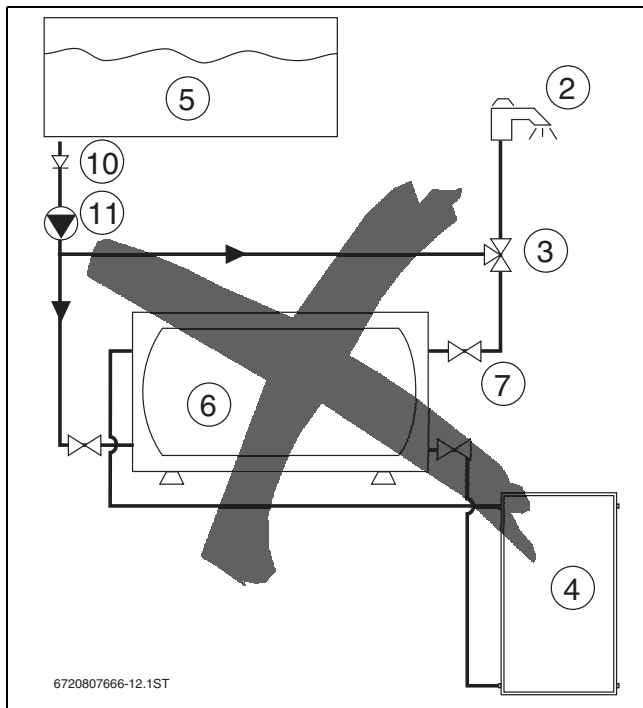

Fig. 5 Sistema termossifão de alta pressão sem controlador vai gerar vapor; este tipo de instalação é proibido
- ▶ Retirar as tampas plásticas (Fig. 5, [1]) apenas antes do momento da montagem.